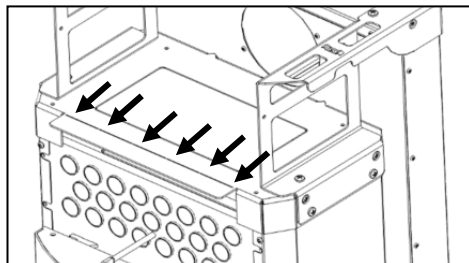

Figura 85 - Desmontaje de la visera frontal
h) Coloque el accesorio "guía de aire canalizable" en la parte posterior del equipo, asegurándose de que encaje en la parte interna de la boca de salida de aire del ventilador (Figura 85).